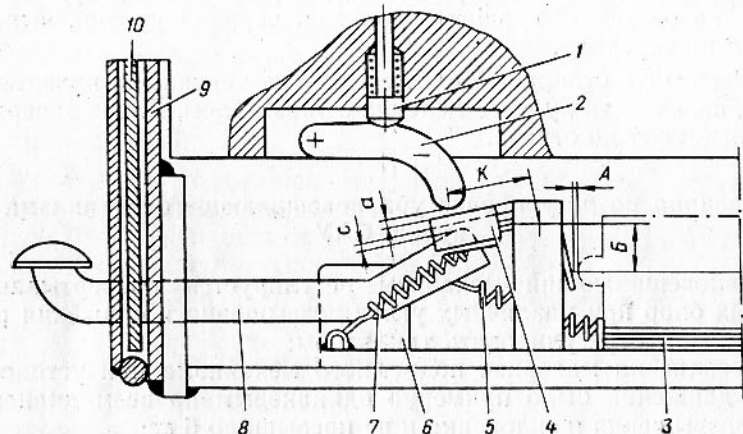

Рис. 75. Спусковой механизм пушки самоходно-артиллерийской установки СУ-100:
1. Рычаг 8 (рис. 75) с кнопкой, нажим 4 и рычаг 2 с толкателем 1 должны свободно вращаться на осях без заедания.